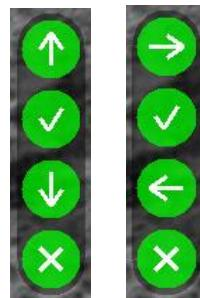

Рисунок 10 – Примеры индикатора назначения кнопок
- Индикатор назначения кнопок** – индикатор, подсказывающий пользователю назначение каждой отдельной кнопки \times , \blacktriangledown , \odot , \blacktriangle при выполнении какого-либо действия в выбранном режиме (см. рис. 10). Данный индикатор появляется **только** в случаях, предусмотренных в ПО (например, при вводе выверки прицельной сетки).